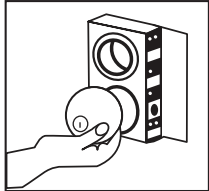

FIGURE 2
2. Instale el juego de cerrojos (se vende por separado) con un seguro posterior de 2-3/8 pulg. Luego, extienda por completo los pernos de fijación en la posición de bloqueo (Fig. 2).